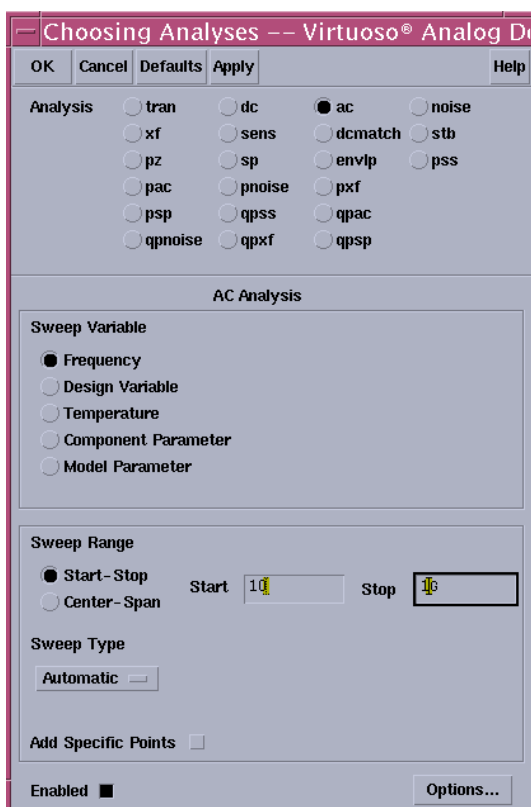

图 5.9 仿真设置窗口，ac 分析的设置
③再于该窗口中选取 ac，窗口会有相应变化。默认是频率扫描。我们只需要输入频率扫描范围。这里输入 10 到 1000M(注意是大写)。其它均为默认值。如图 5.9 所示。